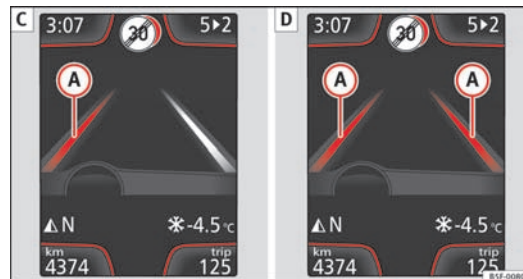

Fig. 98 I kombiinstrumentets display: vognbaneassistentens displayvisning (eksempel 2)
- Systemet arbejder; den gul linje (A) viser, at der er risiko for utilsigtet overskridelse af vognbanelinjen. Systemet korrigerer kørselsretningen ved hjælp af styretøjet → Fig. 98 [C].
- De to gule linjer (A) lyser samtidig, når begge vognbanelinjer er registreret, og den centrale vognbaneføringsfunktion → Fig. 98 [D] er aktiveret.